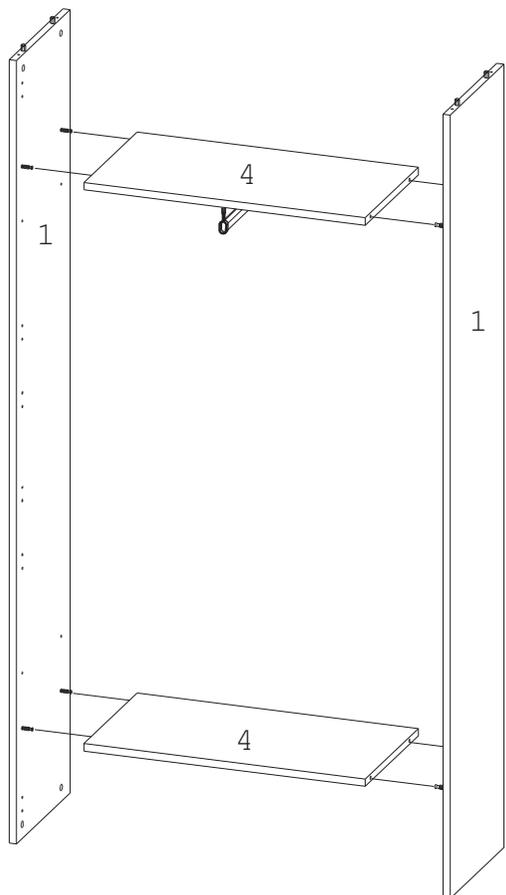

Рис. 6
6. Соединить horizontали 4 с боками/боками промежуточными 1 (Рис. 6). Затянуть эксцентрики по часовой стрелке до упора. При сборке цепочки шкафов см. также «Схема сборки непрерывной цепочки шкафной группы».